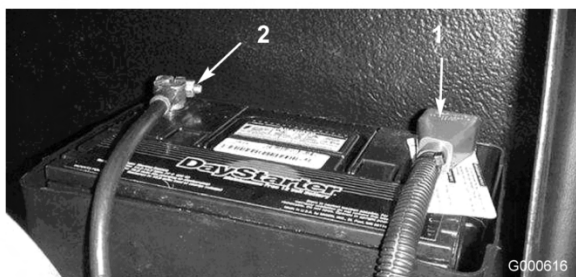

Figura 42
5. Conecte el cable positivo (rojo) al borne positivo (+) y el cable negativo (negro) al borne negativo (-) de la batería (Figura 42). Fije los cables a los bornes con tornillos de caperuza y tuercas. Asegúrese de que el terminal positivo (+) está colocado a tope en el borne, y que el cable está colocado junto a la batería. El cable no debe entrar en contacto con la tapa de la batería. Deslice la cubierta de goma sobre el terminal positivo para evitar posibles cortocircuitos eléctricos.